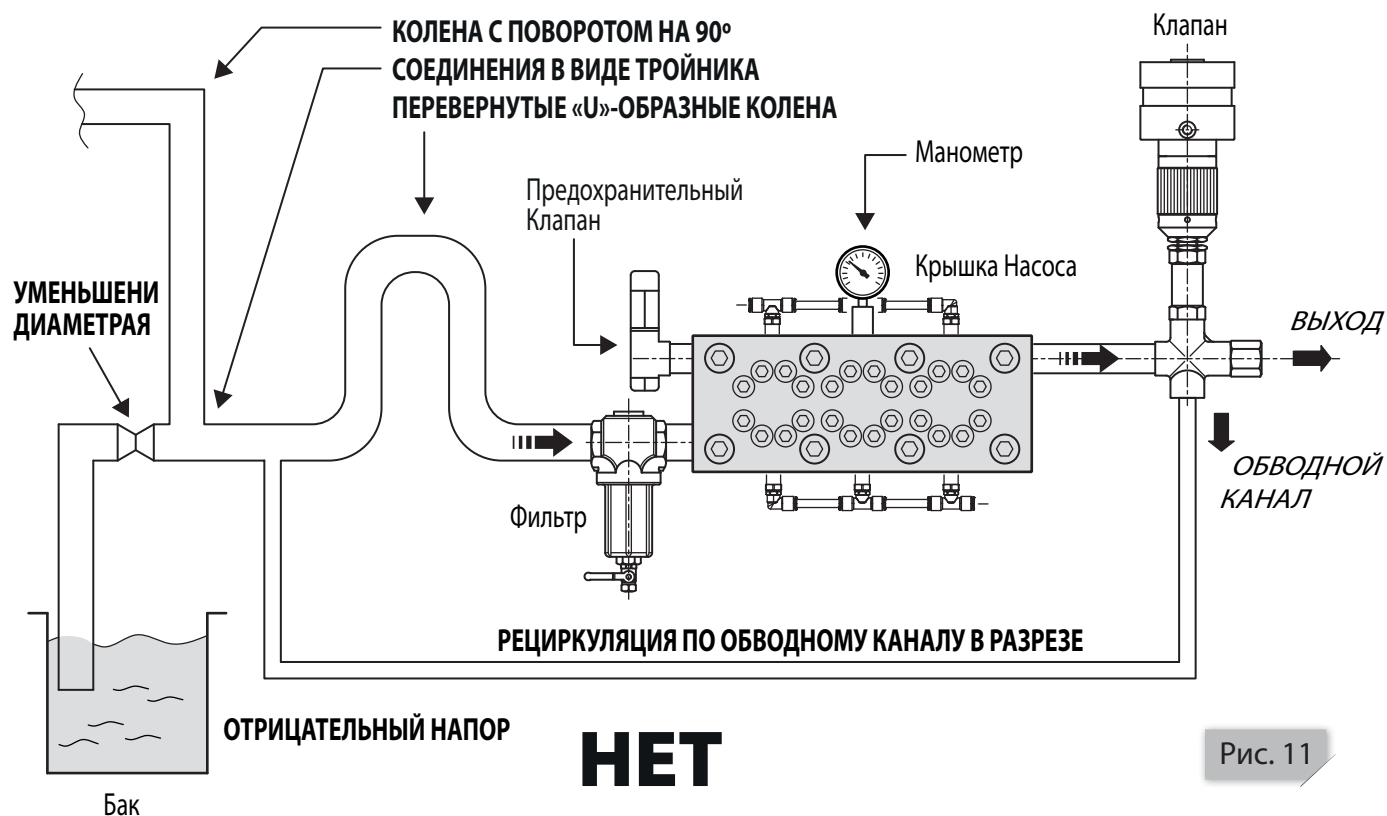

Рис. 11
- На всасывании насоса нужно избегать сужений, обратных уклонов и колен в форме перевернутого “U”. Следует убедиться, что установка позволяет избежать слива труб всасывания при остановке насоса (см. также Рис. 11).
ПРЕДУПРЕЖДЕНИЕ (см. Рис. 11)